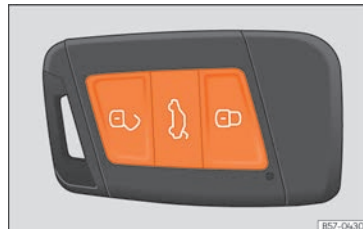

Fig. 78 Chave com comando à distância: botões.
- Trancar: pressione o botão  »»» **Fig. 78.**